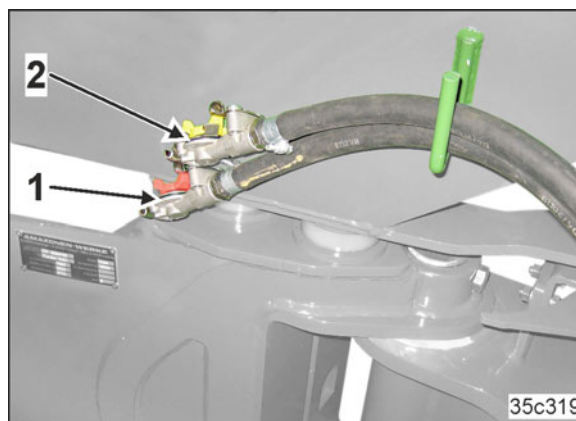

Bild 31
- en matarledning (Bild 31/1) med kopplingshandske (röd)
- en bromsledning (Bild 31/2) med kopplingshandske (gul).